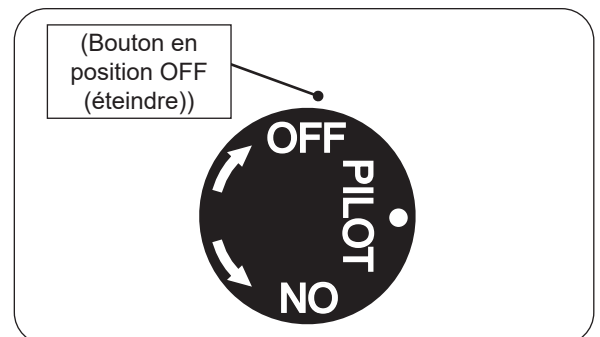

Fig. 65-2 Arrêt du pilote
- Localisez la vanne sur le côté de l'unité. Pousser le gaz bouton de commande légèrement et tourner dans le sens des aiguilles d'une montre  sur **OFF** (éteindre) (voir Fig. 65-2).
Appuyez légèrement sur le bouton de contrôle et tournez-le dans le sens des aiguilles d'une montre  pour **OFF** (éteindre). Ne force pas. Voir Fig. 65-2.